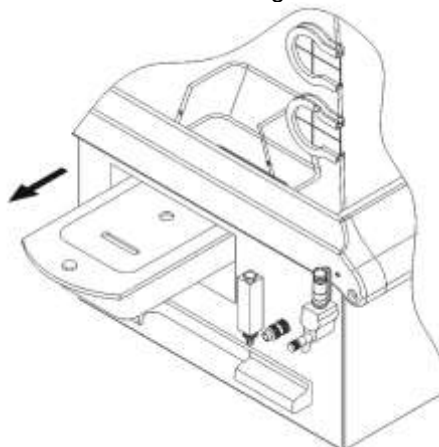

Figura 207 – Reservatório de água
1. Retire o reservatório de água da incubadora conforme figura 207.